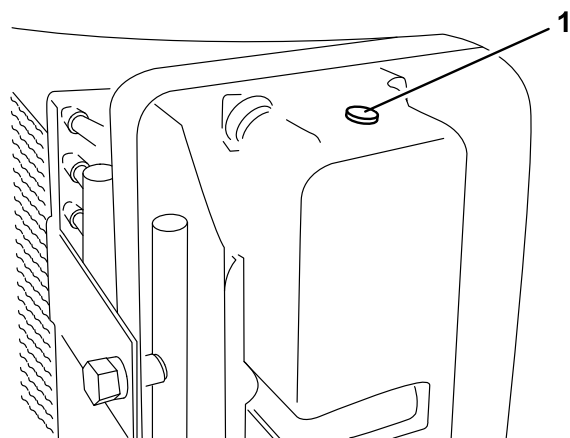

図 32
**注** 冷却系統内部にエアが入り込んだ場合には、ラジエーターの側面タンクについているエア抜きプラグ（図 32）を外してエアを逃がしてください。エア抜きプラグはテフロンテープを巻いて取り付けてください。